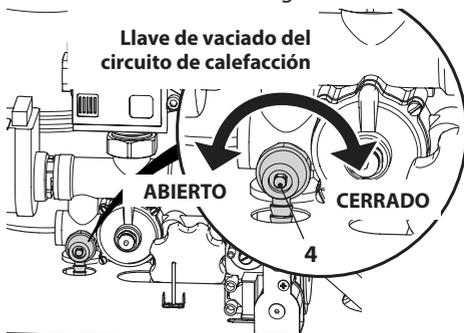

Figura 9.10
- Afloje la llave de vaciado del circuito de calefacción 4 indicada en la Figura 9.10.